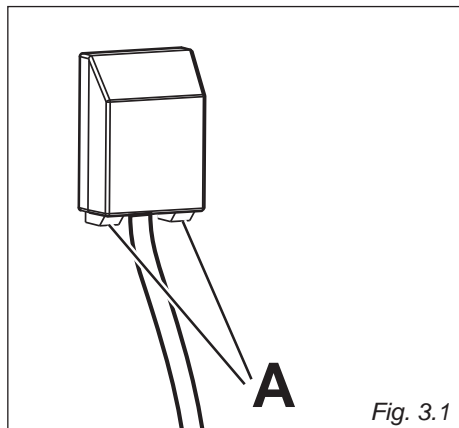

Fig. 3.1
- Sganciare il coperchio della morsettieria inserendo un cacciavite nei due agganci "A" (fig. 3.1).
L'afflusso del gas ai bruciatori è regolato da un rubinetto valvolato comandato dalla manopola di fig. 3.1.
- √ L'accensione elettrica è incorporata nelle manopole dei bruciatori e si identifica per il simbolo "★" vicino al simbolo "💧" (fig. 3.1).